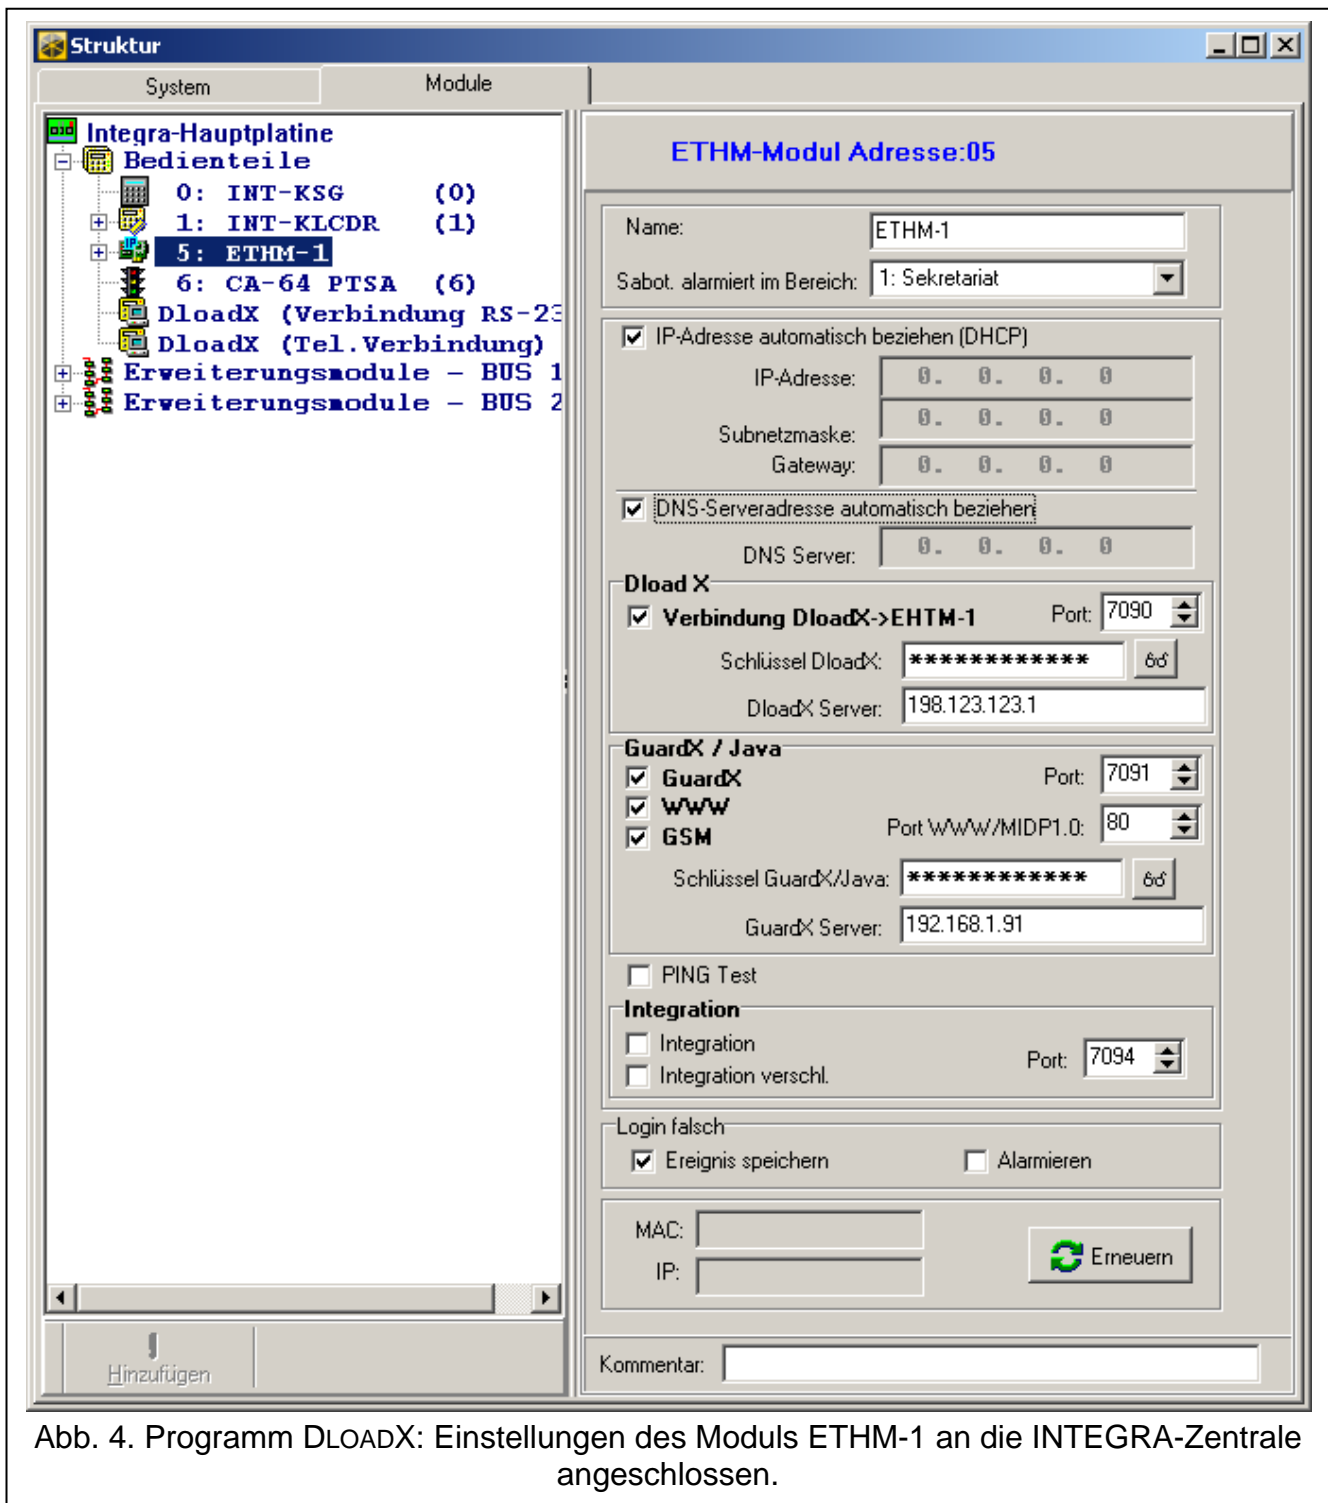

Abb. 4. Programm DLOADX: Einstellungen des Moduls ETHM-1 an die INTEGRA-Zentrale angeschlossen.
- Programm DLOADX: →Fenster „Struktur“ →Registerkarte „Module“ →Zweig „Bedienteile“ →[auf das Modul aus der Liste der Geräte klicken] (siehe: Abb. 4).
*Beim Anschluss des Moduls an die Zentrale INTEGRA / INTEGRA Plus können Sie die IP-Adresse im Programm DLOADX ablesen (sie ist unter der Moduleinstellungen präsentiert – siehe: Abb. 4).*